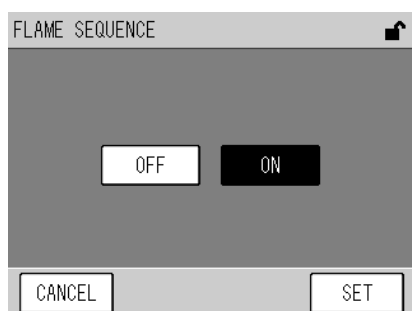

Fig. 77 FLAME SEQUENCE Fenster
- [FLAME SEQUENCE]: Öffnet das Fenster FLAME SEQUENCE (Fig. 77 auf Seite 61).